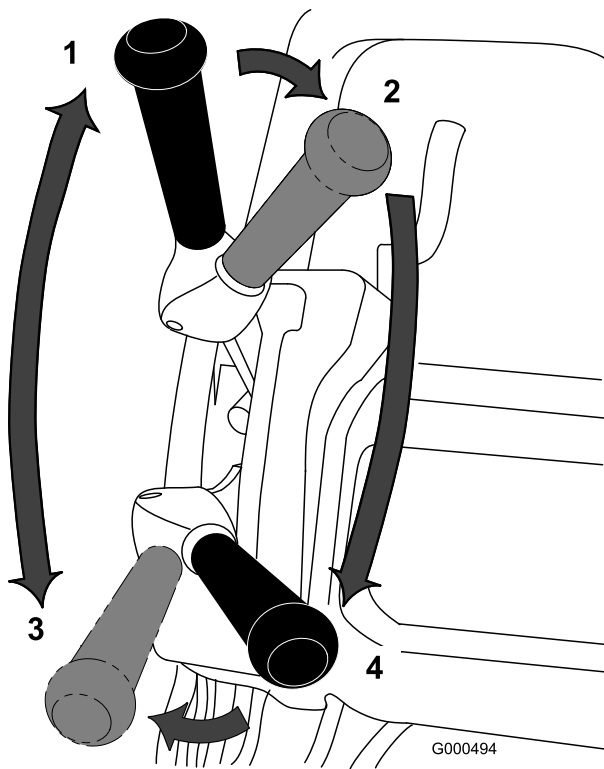

图35
1. 启动机器将速度控制杆设为零位置向下推动手柄以提起滚刀组压低操作员到位控制装置将牵引杆移至接合位置 图35 缓慢增加速度控制设置使剪草机行驶到果岭的环圈上。
3. 首先分离牵引杆然后将其向左前方移动接合牵引和滚刀驱动 (图35)。